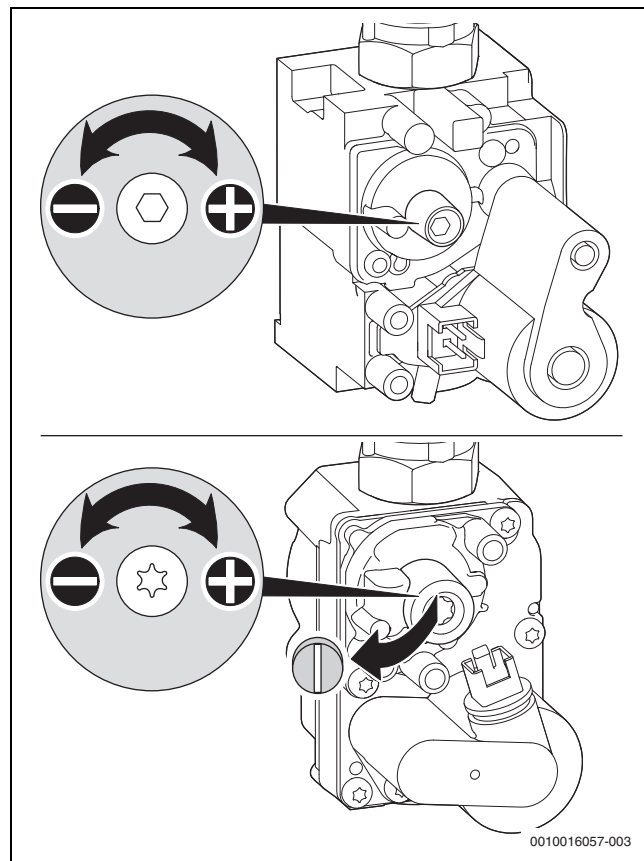

Fig. 39 Rimozione del piombino sulla vite di regolazione
- Se il valore è compreso tra -0,11 e -0,21 mbar, impostare la pressione differenziale come illustrato sotto (→ fig. 39).